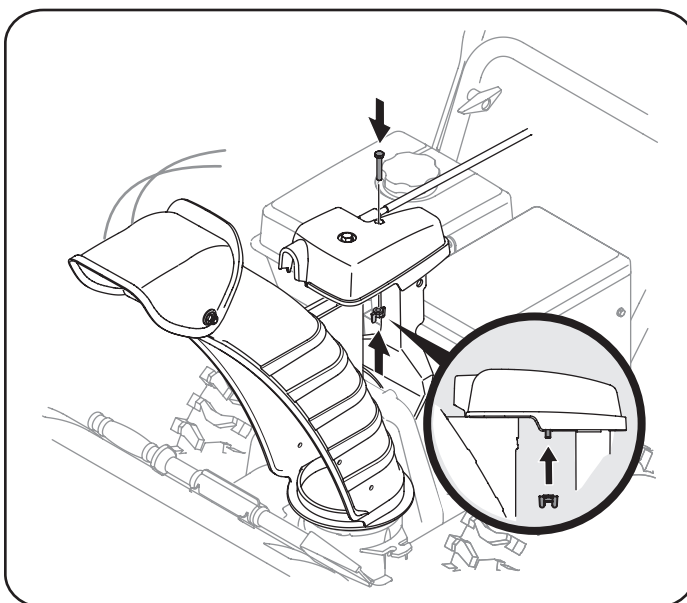

Figura 6
5. Finalizar la cabeza de asegurar el control del conducto con la instalación de tornillo hexagonal y tuerca de mariposa. Vea la figura 6.